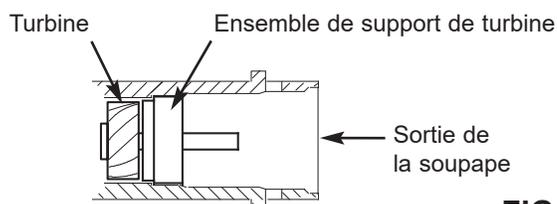

FIG. 7
- Assurez-vous que la turbine et le appui sont en place dans la sortie de vanne, tel qu'illustré par la Figure 7.